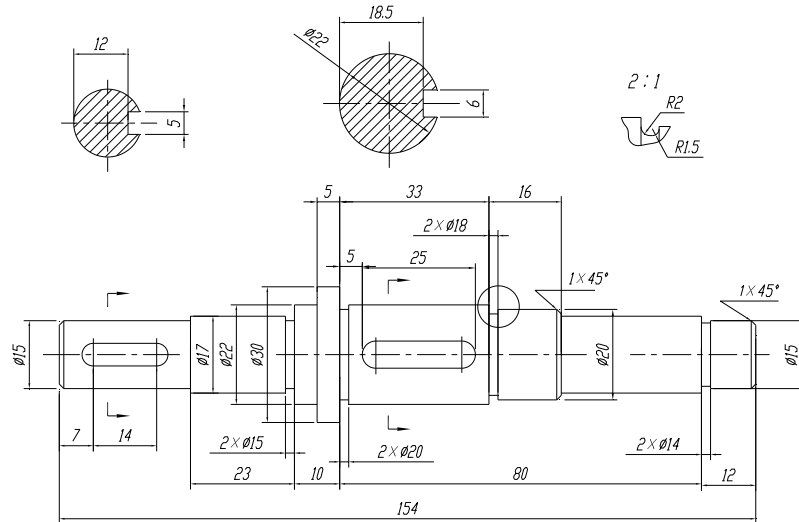

图 11-87 轴零件图
1. 绘制如图 11-87 所示的轴零件图。具体尺寸可参照图中标示。